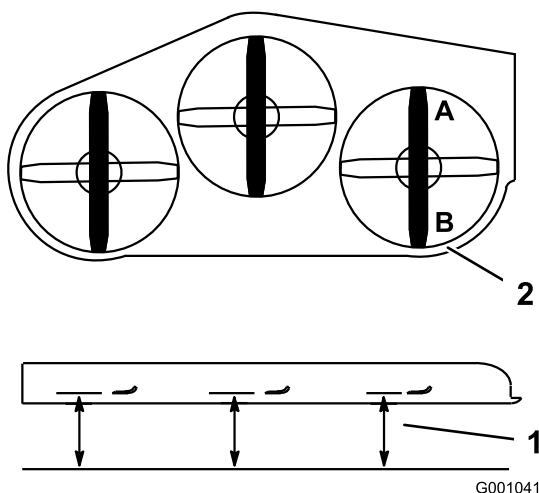

Figura 84
1. Coloque la cuchilla **derecha** en posición longitudinal (Figura 84).
2. Mida la cuchilla derecha en la posición **A** desde una superficie nivelada hasta el filo de corte del extremo de la cuchilla (Figura 84).
4. Mida la cuchilla derecha en la posición **B** desde una superficie nivelada hasta el filo de corte del extremo de la cuchilla (Figura 84).
6. La cuchilla del cortacésped debe estar entre 6 y 10 mm ($\frac{1}{4}$ " y $\frac{3}{8}$ ") más baja en la posición **A** que en la posición **B** (Figura 84). Si no es correcta la distancia, continúe con los pasos siguientes.